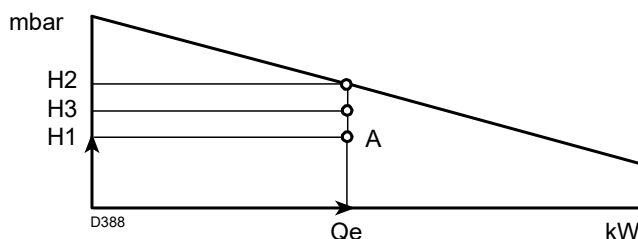

Fig. 4
- 4 Tracciare una verticale dal punto A (Fig. 4), e trovare la massima pressione H₂ del campo di lavoro.
Se H₃ è maggiore di H₁ (Fig. 4), il bruciatore può erogare la portata richiesta.